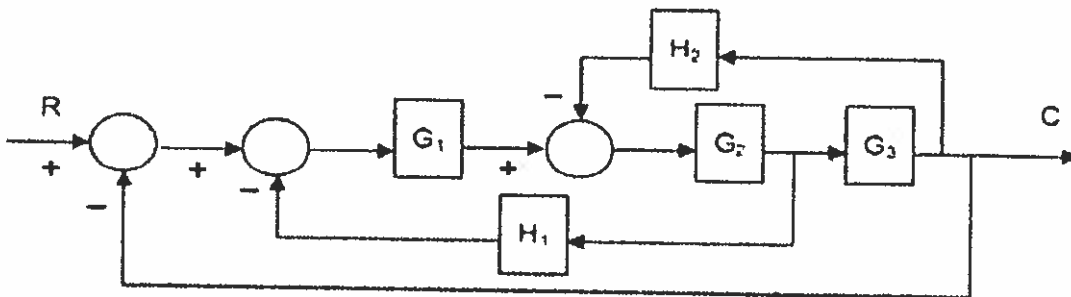

Figure 1
1. Soit le schéma bloc représentée sur la Figure 1 :